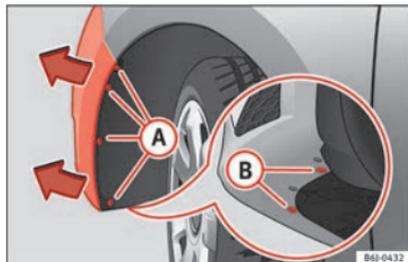

Fig. 191 Projecteur antibrouillard : accès au connecteur et au support d'ampoules.
- Retirez les 4 vis A » fig. 191 de l'intérieur de l'aile et les 2 vis inférieures B » fig. 191 du pare-chocs en vous servant d'un tournevis.